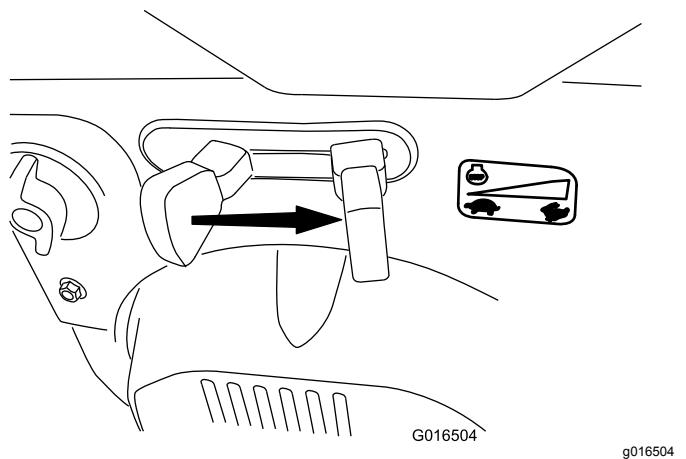

Рисунок 23
6. Установите регулятор дроссельной заслонки в положение FAST (Быстро) (Рисунок 23).